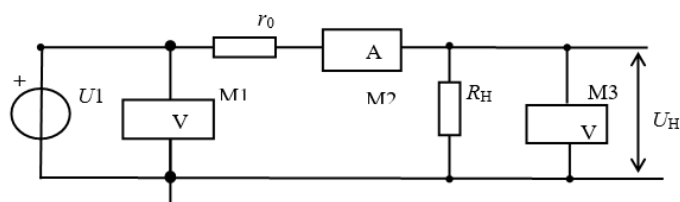

Рис. 2. Схема измерения параметров источника
3.1.2 Источник напряжения под нагрузкой рисунок 2.
Вместо сопротивления R_{II} в схеме рисунок 2 установить сопротивление R_{IT} таблица 1.